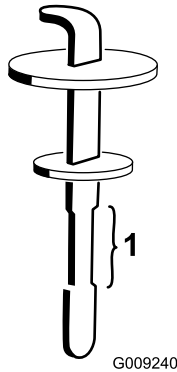

Figura 134
5. Retire a vareta do tubo de enchimento e limpe-a com um pano limpo. Introduza a vareta no tubo de enchimento, retire-a e verifique o nível do fluido (Figura 134).